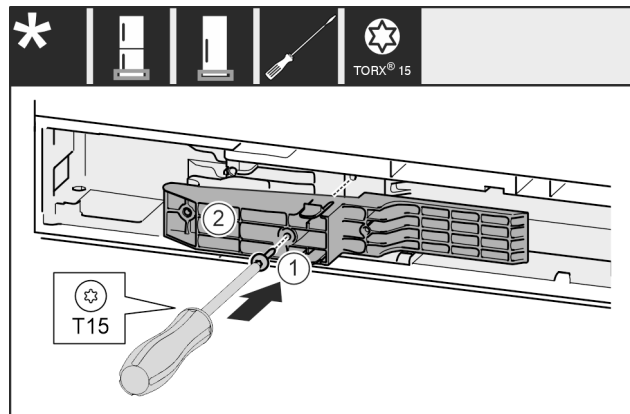

Fig. 66 *
- ▶ Włożyć element adaptera Fig. 66 (1) w zagłębienie po stronie uchwytu.*
- ▶ Przykręcić śrubę Fig. 66 (2) śrubokrętem.*